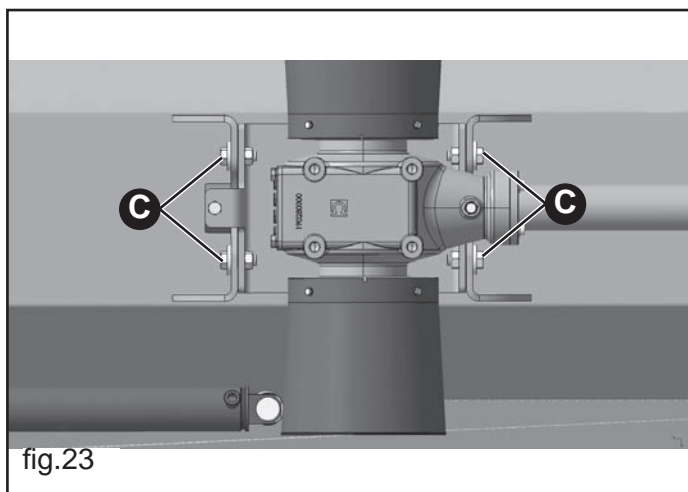
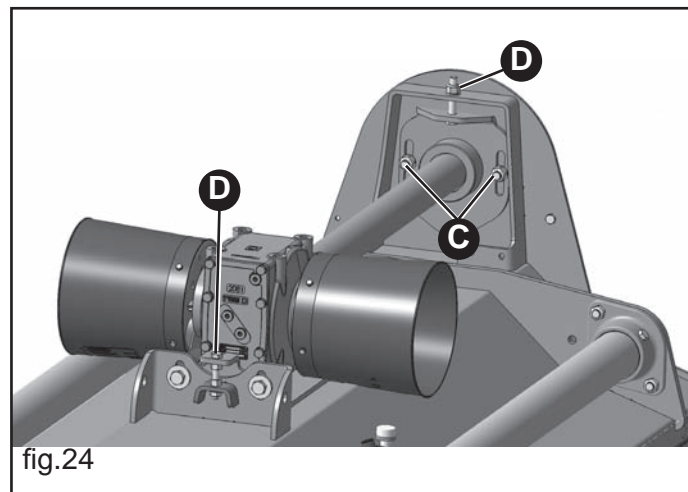

fig.23
fig.24
- Die Schrauben lockern, die das Übersetzungsgetriebe an den Stahlteilen befestigen (C fig.23 (N.4) + C fig.24 (N.2)).
- Die Schraube der Einstellvorrichtung (D fig.24 (N.2)) so einstellen, daß die Riemen korrekt gespannt werden; oder ersetzen sie.